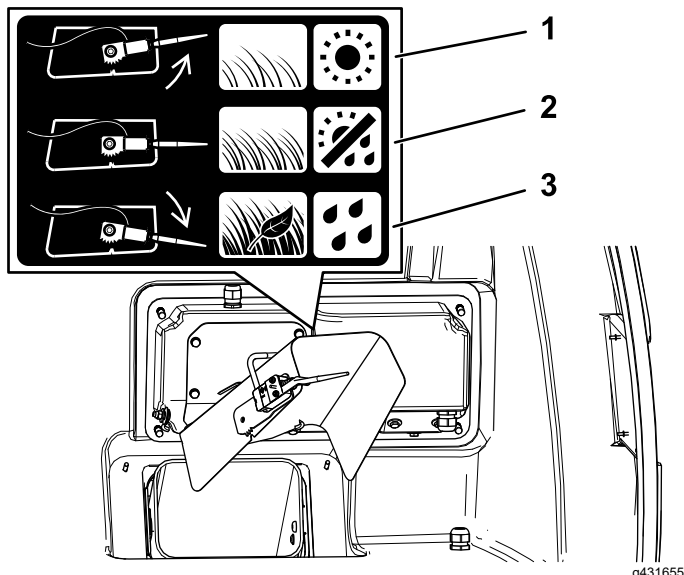

Bild 28
- Drehen Sie den Sensor für normales Gras und normale Wetterbedingungen in die mittlere Stellung (Bild 28).
- Drehen Sie den Sensor nach unten, wenn das Gras nass oder dicht ist, Sie Laub aufsammeln oder die Fangbox gefüllt ist, bevor der Sensor aktiviert wird (Bild 28).
- Drehen Sie den Sensor nach oben, wenn das Gras trocken oder dünn ist oder die Schneideinheit ausgekuppelt wird, bevor die Fangbox voll ist (Bild 28).